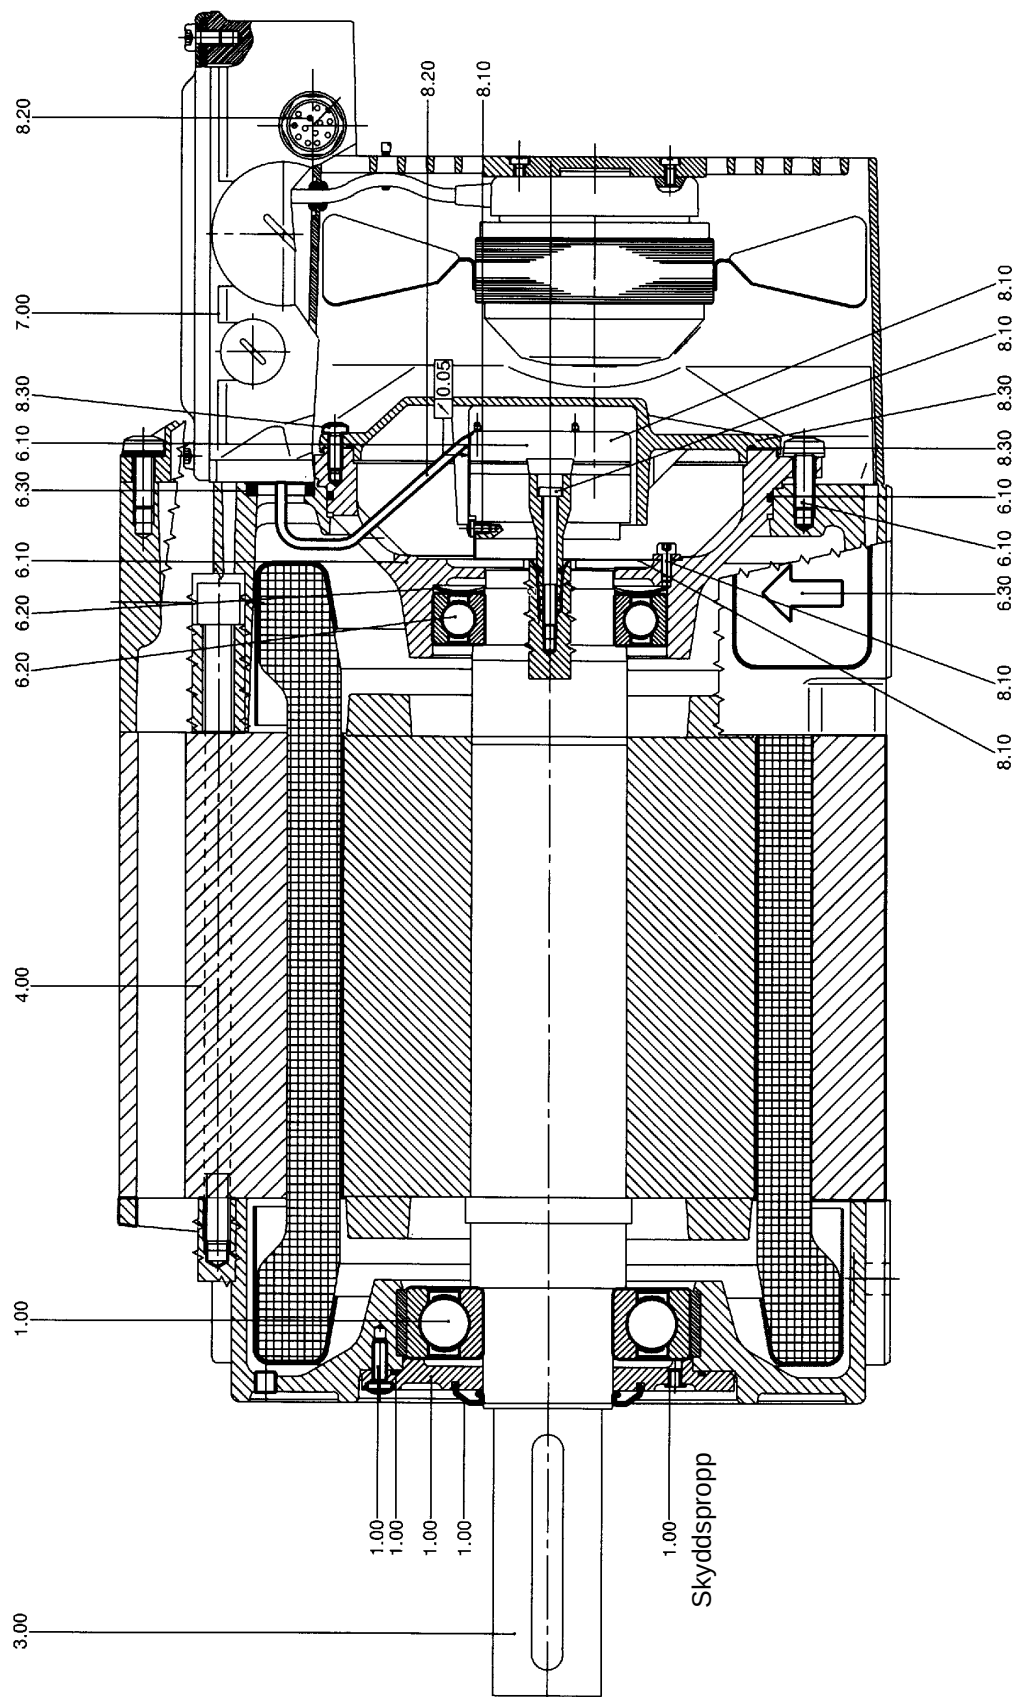

Fig. 9 PH7 IM B3
- Skruva ur skruvarna (8.10a) till momentstaget och skruven (8.10b) till givaren. Förhindra att rotorn vrids med, om så behövs (Fig. 9).
- Sätt givaren med monterat momentstag på motorrotorns kon och skruva i skruven. OBS max. åtdragningsmoment. Förhindra att rotorn vrids med, om så behövs (se Fig. 9).